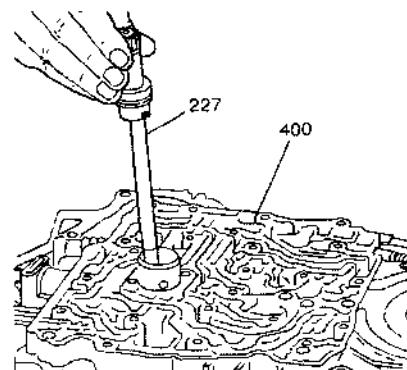

图 4.43 机油泵拆卸 4
- ⑦ 拆卸油泵驱动轴。由壳体盖（400）拆卸机油泵驱动轴总成（227），如图 4.43 所示。